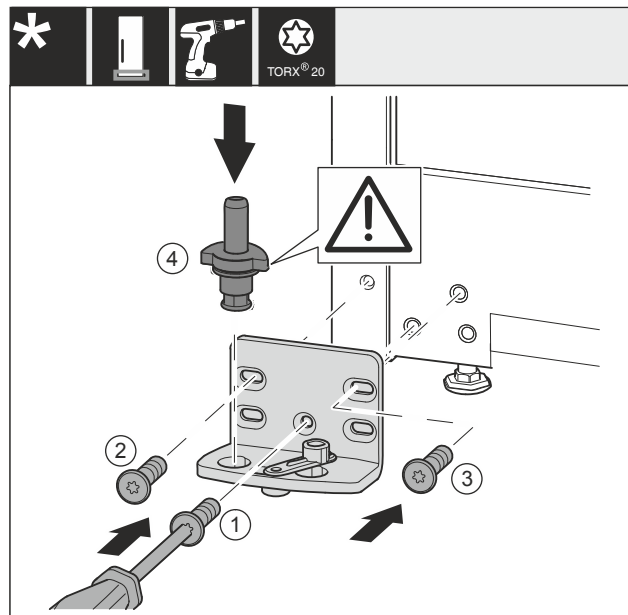

Fig. 24
- Placer le support de palier de l'autre côté et le visser avec un tournevis. Commencer par la vis Fig. 24 (1) en bas au milieu.
- Serrer la vis Fig. 24 (2) et la vis Fig. 24 (3).
- Insérer complètement l'axe de palier Fig. 24 (4). Veiller à ce que l'ergot soit orienté vers l'arrière.